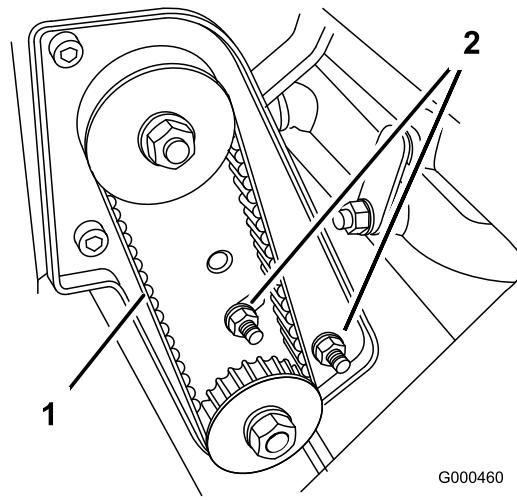

Figure 36
- Desserrez les écrous de montage du logement de roulement (Figure 36).
- Tout en maintenant le réglage de la clé dynamométrique, serrez les écrous de fixation du logement de roulement (Figure 36). Ne tendez pas la courroie excessivement.